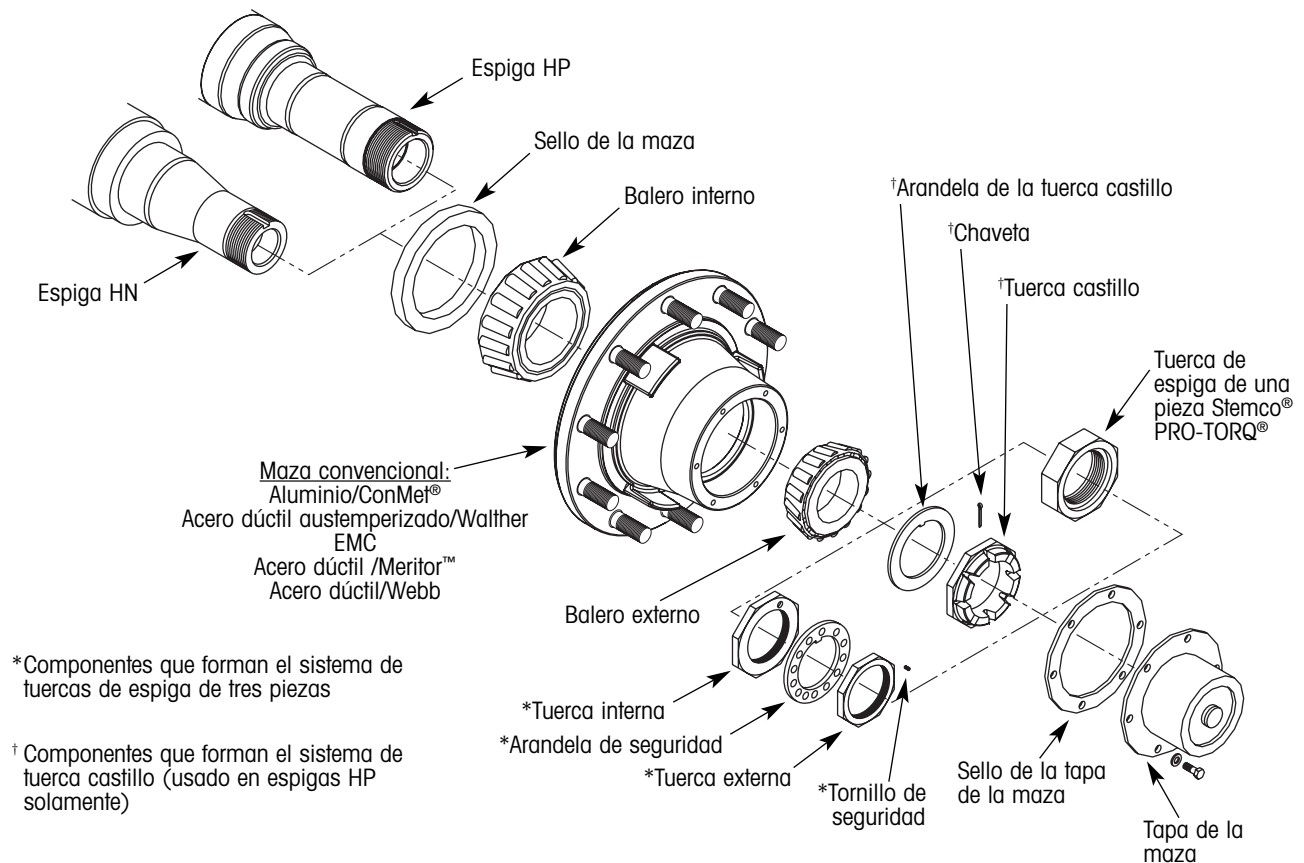

Figura 51. Identificación de partes de la terminal de la rueda convencional
4. Identifique el sistema de tuercas de espiga. Tres diferentes sistemas de tuercas de espiga (consulte la figura 51) pueden ser encontradas asegurando la maza convencional al eje:
En las suspensiones INTRAAX®, uno de tres sistemas de tuerca de espiga es usado para asegurar la maza convencional al eje (consulte la figura 51):
- f.) Instale la tuerca externa (figura 51). Apriete a 315 pies-lbs de torque (427 N•m) en espigas HN o a 385 pies-lbs de torque (522 N•m) en espigas HP.
h.) Instale el tornillo de seguridad (figura 51)